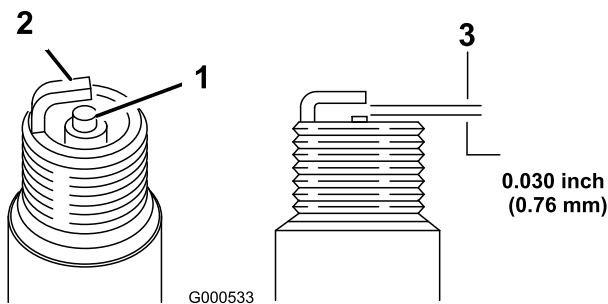

Bild 27
5. Stellen Sie den Elektrodenabstand an der Zündkerze auf 0,76 mm ein, siehe Bild 27.